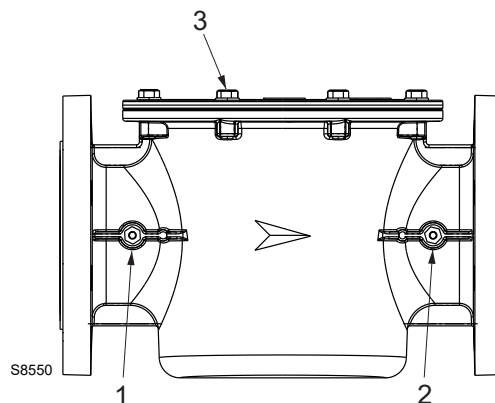

Fig. 13
Sostituire l'elemento filtrante nel caso in cui il Δp fra le prese di pressione 1) e 2)(Fig. 13) è maggiore di 10 mbar.
- svitare le viti del coperchio 3)(Fig. 13) ed effettuare una pulizia accurata del vano del filtro;